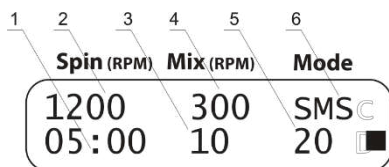

Рисунок 3. СМС-алгоритм
- 5.8.1. Выберите режим смс-алгоритма (индикация **S.M.S.** параметра **Mode**, рис. 3/6).
- 5.8.2. Установите необходимую скорость центрифугирования: от 300 до 1500 об/мин (шаг 100 об/мин, рис. 3/2).
- 5.8.3. Установите время центрифугирования от 1 с до 30 мин. (шаг 1 с, после 1 мин. - 1 мин., рис. 3/1).
- 5.8.4. Установите скорость вортексирования от 300 до 1200 об/мин (шаг 100 об/мин, рис. 3/4).
- 5.8.5. Установите время вортексирования от 1 до 60 с (шаг 1 с, рис. 3/3).
- 5.8.6. Установите число повторений установленного смс-алгоритма, от 1 до 999 (рис. 3/5).
- Чтобы открыть включенный прибор, нажмите кнопку **Open** (рис. 3/1) и поднимите наружную крышку рукой;